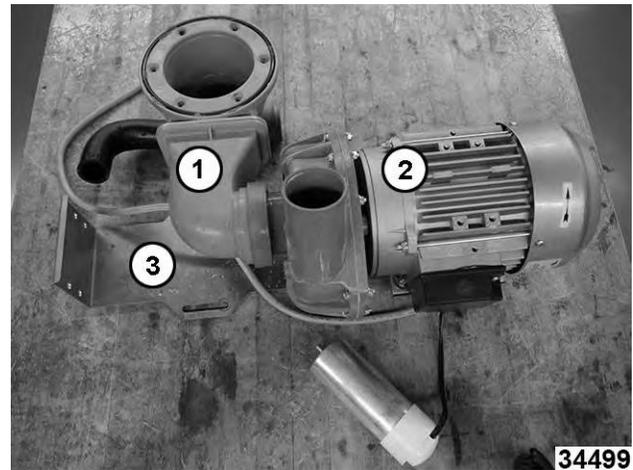

Fig. 99
21. Si aún está conectado, retire el conjunto de drenaje (1, Fig. 99) de la bomba de lavado (2, Fig. 99)
22. Retire la bomba de lavado del soporte (3, Fig. 99).